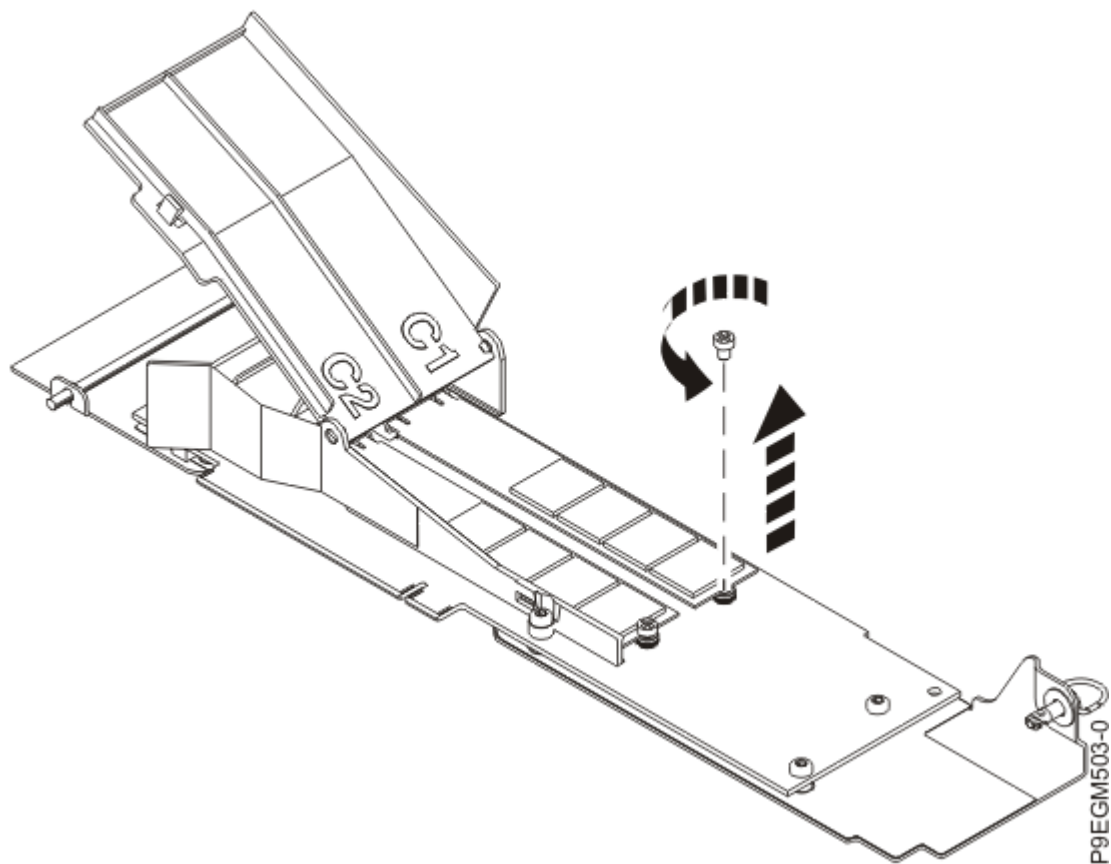

Figura 16. Desapertar o módulo flash da placa portadora NVMe M.2
- b) Com uma chave de parafusos Phillips, desaperte o parafuso do módulo flash NVMe M.2. Consulte Figura 16 na página 22.